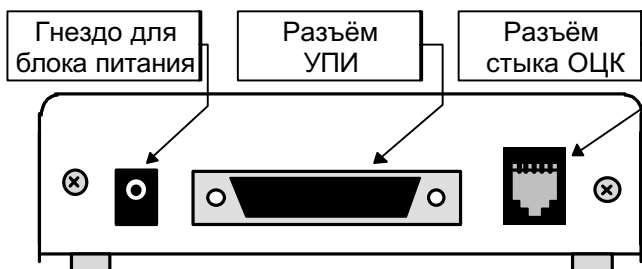

Рис.9. Задняя стенка конвертера
На задней стенке конвертера расположены разъём УПИ для подключения кабеля цифрового интерфейса ООД пользователя, разъём стыка ОЦК и гнездо для блока питания. Расположение разъёмов представлено на Рис.9. Назначение контактов разъёмов УПИ и стыка ОЦК конвертера см. Приложение 1 и Приложение 3 соответственно.
3. Подключите разъем кабеля стыка ОЦК (джек) к розетке RJ-45 (см. Рис.9 на стр.16).